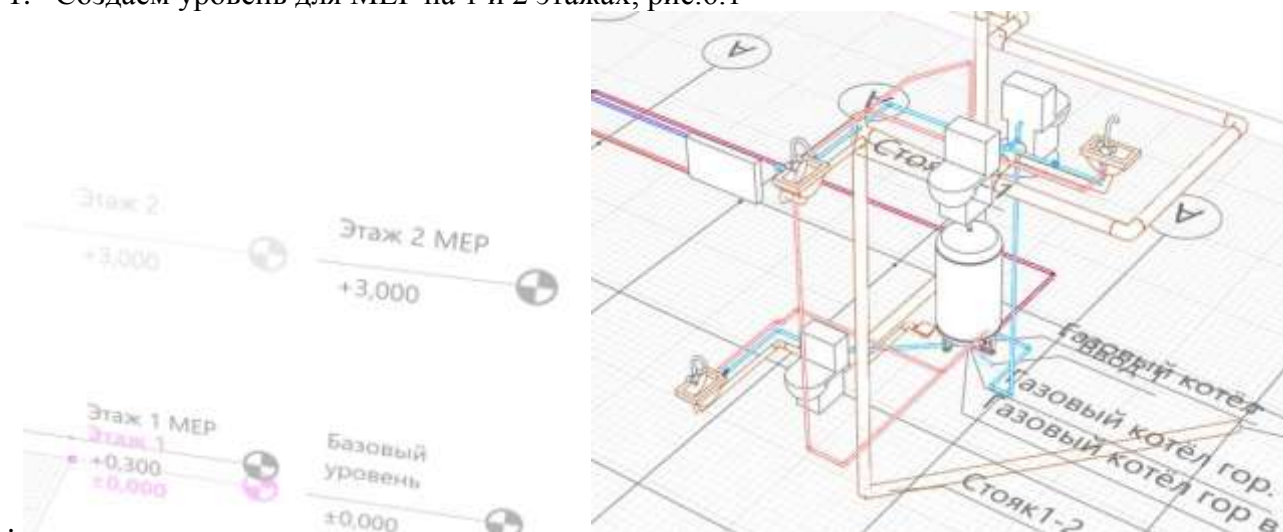

Рисунок 6.1 – Создание уровней
1. Создаем уровень для MEP на 1 и 2 этажах, рис.6.1
2. Расставляем сантехническое и прочее оборудование задав им предварительные параметры, рис.6.1.